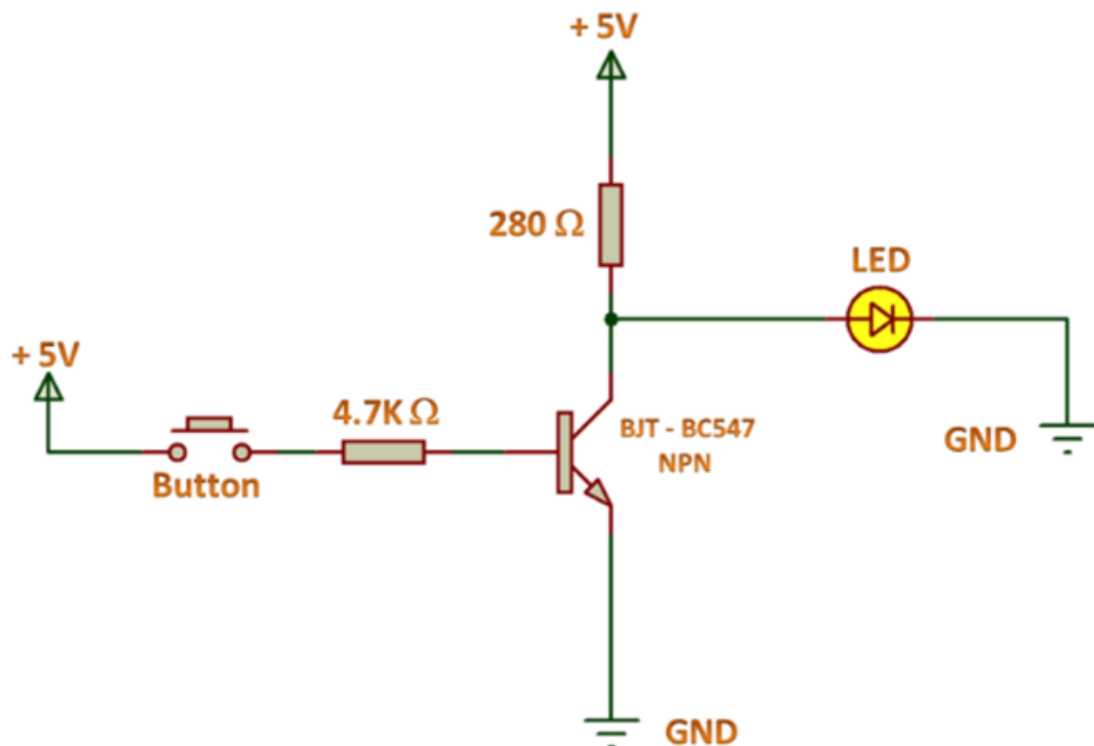

Figura 3: Exemplo de circuito de acionamento de um LED. Adaptado de [2].
Passo 2: Monte em protoboard real o circuito dado pela Figura 3. Fotografe o circuito em funcionamento.